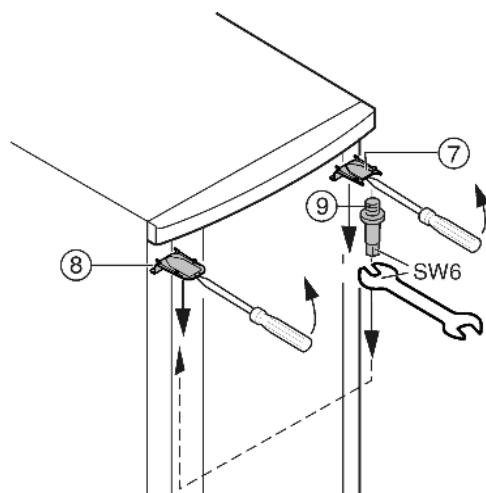

Fig. 6
- Odstraňte kryt Fig. 6 (7) a kryt Fig. 6 (8) šroubovákem vpředu uvolněte ze západek a odstraňte pohybem šikmo směrem dolů.
- Vyšroubujte ložiskové čepy Fig. 6 (9) a na protější straně zašroubujte silou (4 Nm).
- Namontujte opět kryt Fig. 6 (7) na straně ložiskového čepu: vzadu nasadte, vpředu nechte zaskočit do západek.
- Namontujte opět kryt Fig. 6 (8) na protější straně: vzadu nasadte, vpředu nechte zaskočit do západek.
- Zavěste dveře nahore do ložiskového čepu Fig. 6 (9).